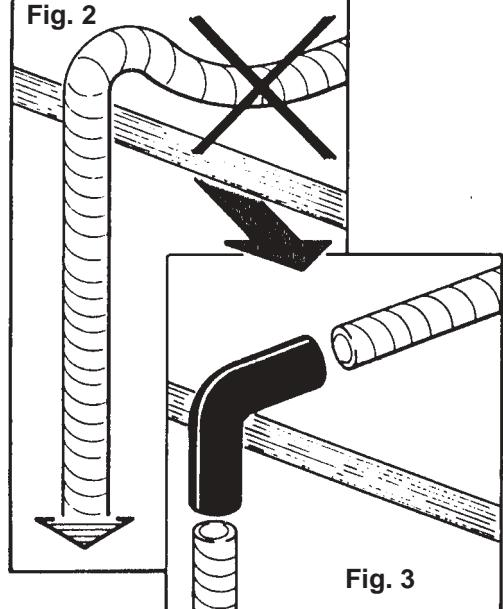
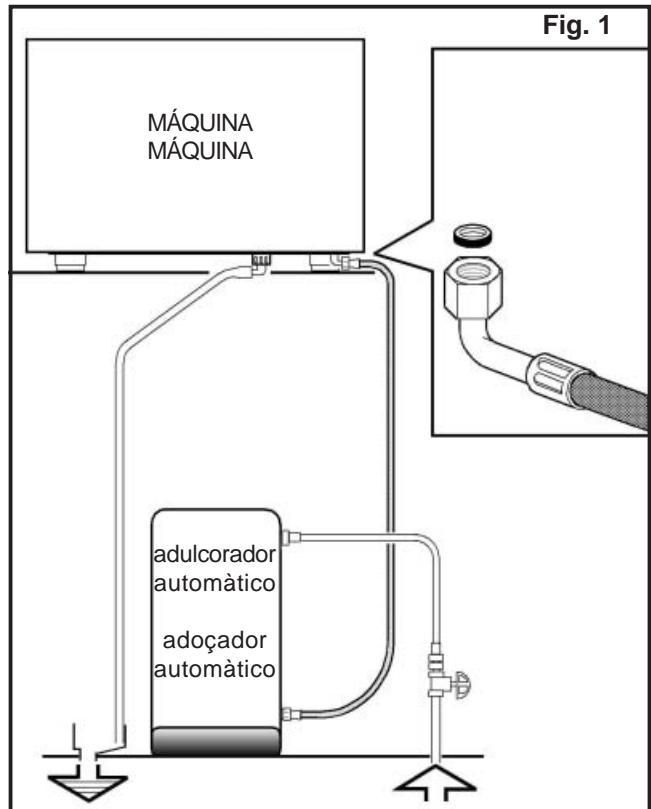

Fig. 3
Fig. 2
**IMPORTANT:** The disposal tube must NOT bend as in Figure 2. See Figure 3 for correct positioning.
**IMPORTANT : dans les tournants, le tube de décharge NE DOIT PAS apparaître comme sur la Fig. 2; dans ce cas, procéder comme indiqué sur la Fig. 3.**
**WICHTIG:** Der Ablöschlauch darf nicht wie in Abb. 2 gezeigt gekrümmkt werden; setzen Sie bei Krümmungen ein entsprechend gebogenes Rohr ein (Abb. 3).